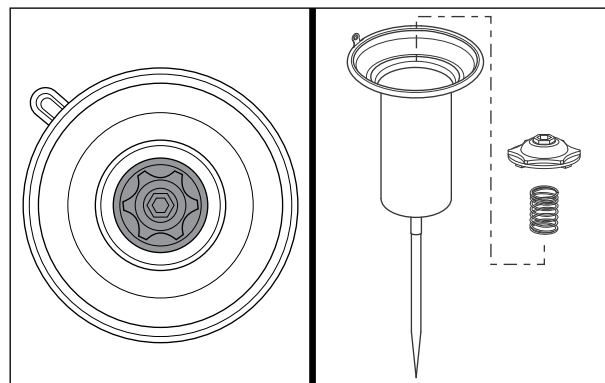

Fig. 4.21
- Retire la aguja del surtidor soporte utilizando una llave Allen y sacar la aguja de inyección titular junto con un resorte. (Fig. 4.21)